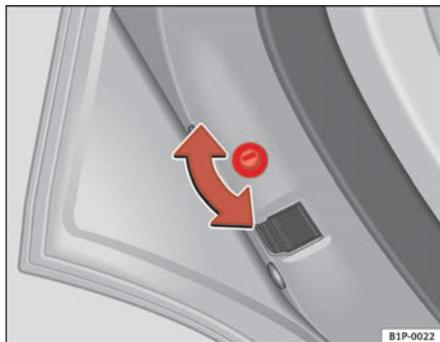
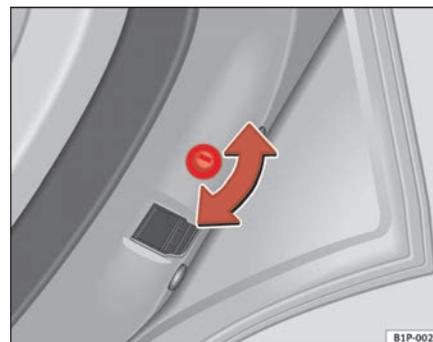

Fig. 60 Sécurité enfants de la porte gauche
Fig. 61 Sécurité enfants de la porte droite
- Lorsque la portière est ouverte, tournez la rainure avec la clé du véhicule dans le sens horaire pour les portières de gauche et dans le sens anti-horaire pour les portières de droite ⇒ fig. 60, ⇒ fig. 61.
- Lorsque la portière est ouverte, tournez la rainure avec la clé du véhicule dans le sens horaire pour les portières de droite et dans le sens anti-horaire pour les portières de gauche ⇒ page 103, fig. 60, ⇒ page 103, fig. 61.